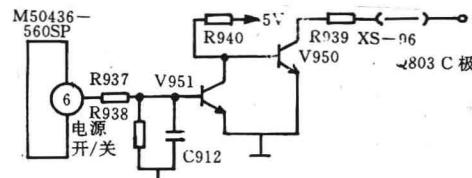

图 72 牡丹 51C5A 型彩电电源开/关控制电路
3)晶体管(电子)开关控制式:是利用晶体管(电子开关)电路来直接控制开关电源电路工作状态。例如采用松下M11机芯彩电(如熊猫3631A型、牡丹51C5A型、54C3A型等)主电源电路开关控制方式则采用这一种(见图72)。